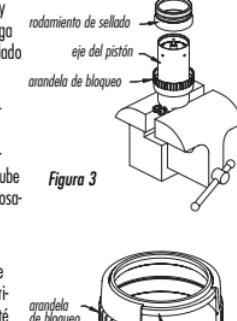

Figura 2
4. Agarre con la mordaza por el agujero de fijación del pistón y utilice una llave de horquilla o de boca tubular especial (de Cane Creek) para desenroscar y extraer el pistón (Figura 2). Tenga cuidado de no perder el cilindro de compresión ni el diafragma de compresión (Figura 3).